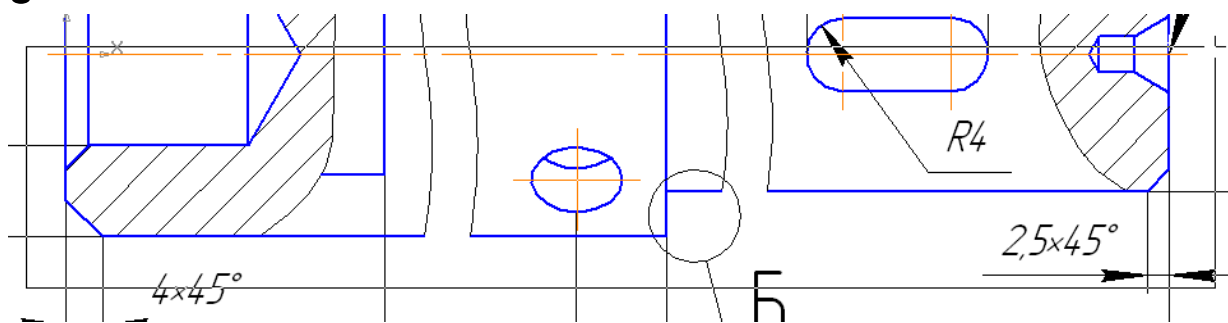

Рис. 2
• Создайте документ «Деталь». Для создания эскиза выделите плоскость XU в дереве построения и перейдите в режим редактирования эскиза с помощью команды **Эскиз**. Откройте выполненный чертеж «Вал», выделите макроэлементы командой **Выделить по типу** на панели **Выделение** и подключите команду **Разрушить** в меню **Редактор**. Выделите рамкой изображение, рис. 2, и скопируйте выделенные объекты в буфер обмена командой **Копировать** на **Стандартной панели**. Укажите базовую точку.